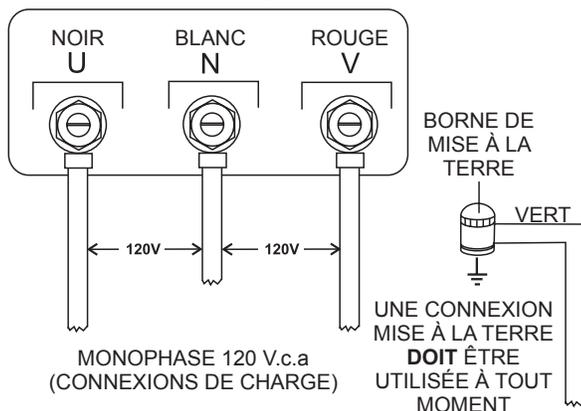

Figure 11. Cosses des bornes de sortie Connexions 1Ø-120V
1. Connecter les fils de charge aux cosses du bornier de sortie comme indiqué dans Figure 11.